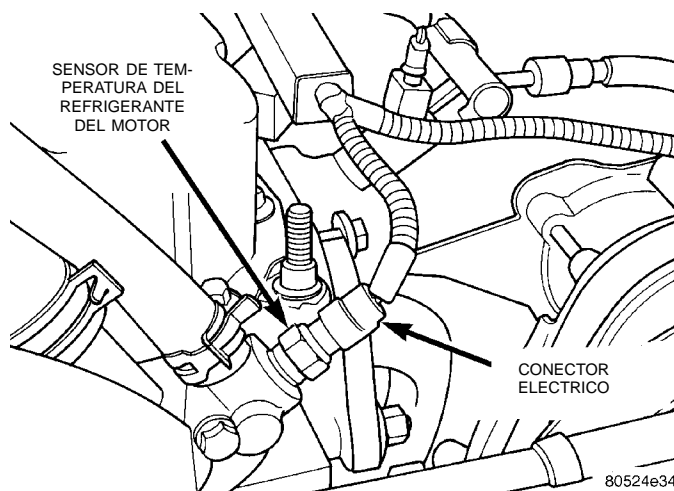

Fig. 56 Sensor de temperatura del refrigerante del motor—Motor de 4.0L
(1) Desconecte el conector del mazo de cables del sensor de temperatura del refrigerante (Fig. 56).